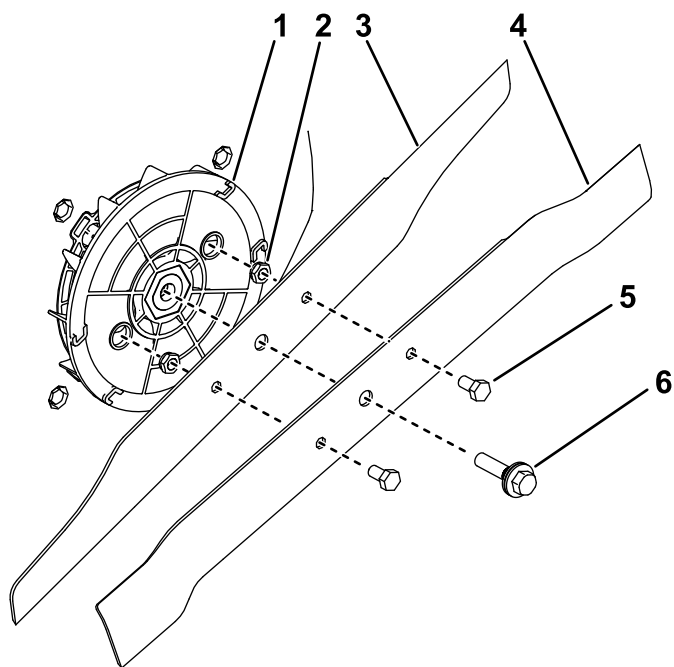

Figure 26
5. Fixez les nouvelles lames ensemble comme montré à la Figure 26; serrez les écrous de fixation des lames entre 18,9 et 19,6 N·m (167 et 173 po-lb).
6. Montez les nouvelles lames avec le boulon de lame (Figure 26).